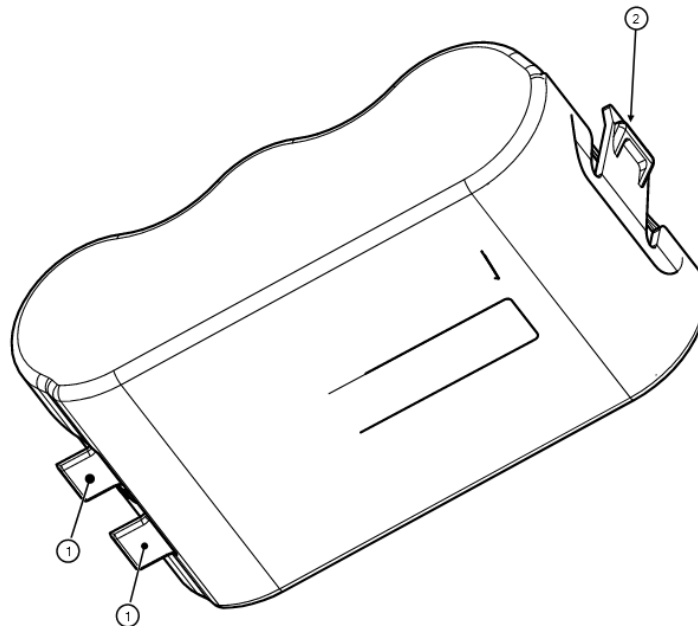

Abbildung 6: Batteriepakete einlegen
Status-LED	Zustand LED (siehe Abbildung 6)
- Die Encoder-Status-LED zeigt dann den Zustand der Encoder-Initialisierung an (siehe Tabelle 7 und Abbildung 6).
Beim Einsetzen vom Batteriepaket ist es wichtig, dass die Laschen (siehe Abbildung 6, Pos. 1) richtig eingesetzt sind und die Lasche (siehe Abbildung 6, Pos. 2) mit einem Klick im Gehäuse gesichert ist.